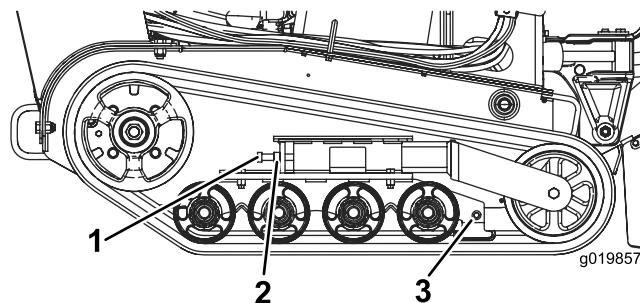

Figura 48
3. Desaperte a porca de bloqueio no parafuso de tensificação da lagarta e os parafusos no braço de tensão (Figura 48).
4. Aperte o parafuso de tensificação para 32,5 a 40 N·m para esticar a lagarta (Figura 48).
4. Abra o parafuso de tensionamento e a porca de bloqueio (**Figura 48**).